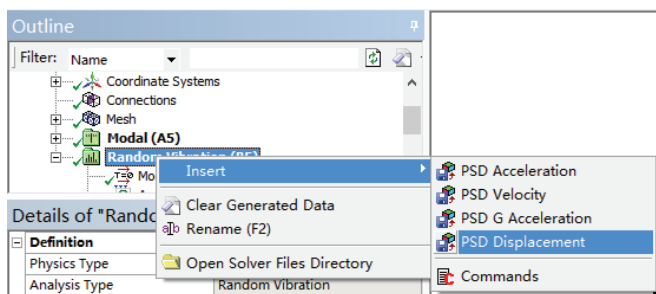

图 13-9 添加 PSD Displacement 细节窗口
1) 选择 Mechanical 界面左侧 Outline 树结构图中的 Random Vibration (B5)，在工具栏中选择 PSD Base Excitation>PSD Displacement，或单击右键选择 Insert>PSD Displacement，如图 13-9 所示，此时在树结构图中出现 PSD Displacement 对象。